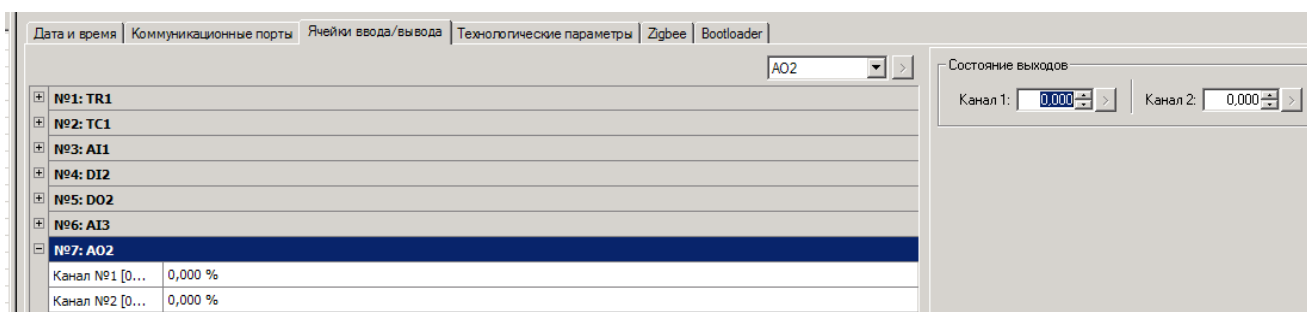

Рисунок 5.18
5.2.10.5 Изменение выходных сигналов осуществляется в поле "**Канал 1**" (и "**Канал 2**") для AO2 или AO3) в рамке "**Состояние выходов**" (рисунок 5.18). Нажатием кнопки ">" (справа от списка) подтверждается выбор.